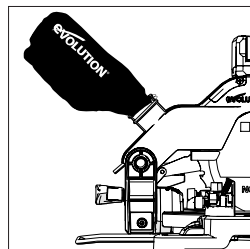

Abb. 28
- Schieben Sie den Staubbeutel über den Entstaubungsanschluss und stellen Sie sicher, dass die Federklemme am Anschluss einrastet und den Staubbeutel in seiner Position sichert (**Abb. 28**).